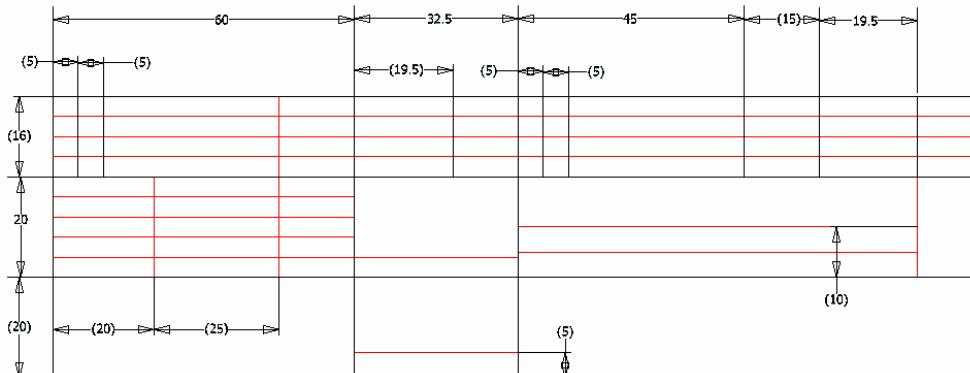

Figura 5.1.2.
- se va selecta fișierul „**cartus.dwg**”, cu conținutul din figura 5.1.2;